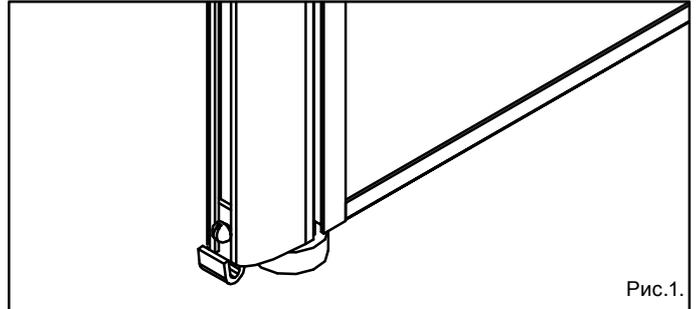

Рис.1.
- 1.1. Вставить в паз модуля фиксатор нижний и закрепить винтом М5х6 с полукруглой головкой (рис. 1).
- 2.1. Вставить в паз модуля фиксатор нижний и закрепить винтом М5х6 с полукруглой головкой (рис. 1).